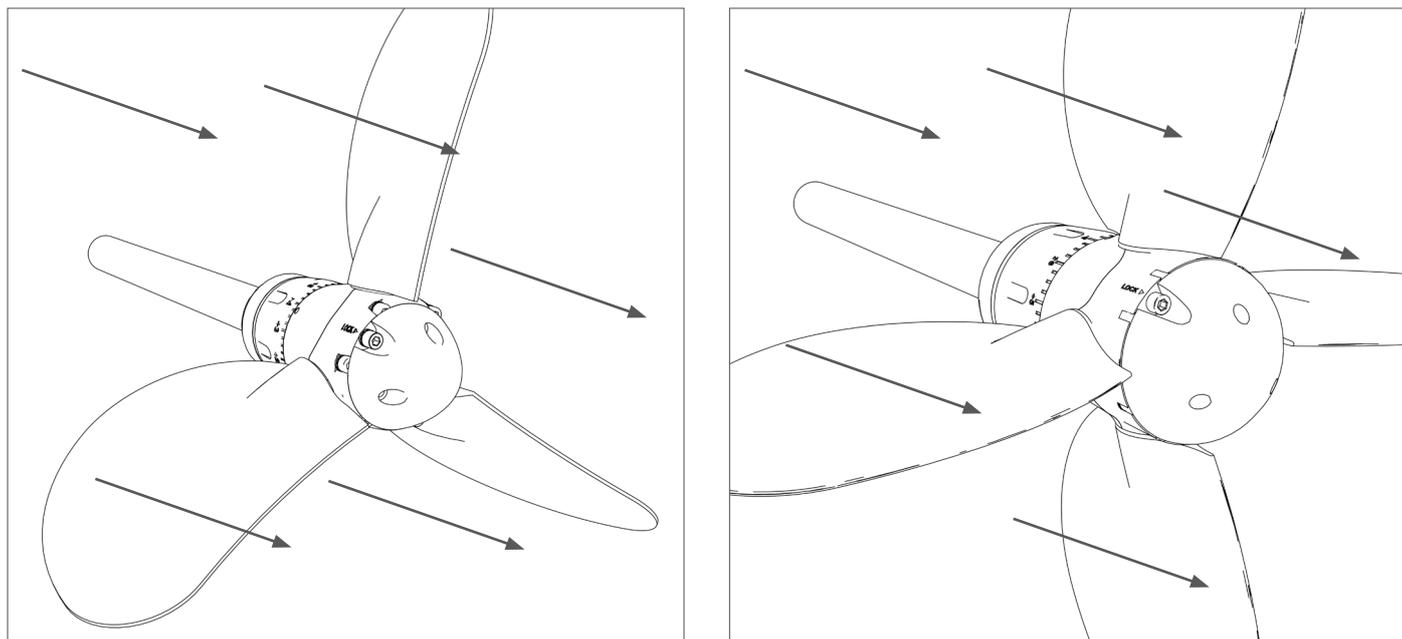

FIG. 28 | Flusso dell'acqua
- Le pale si disporranno a questo punto automaticamente a bandiera offrendo la minima resistenza all'avanzamento (**Fig. 28**).